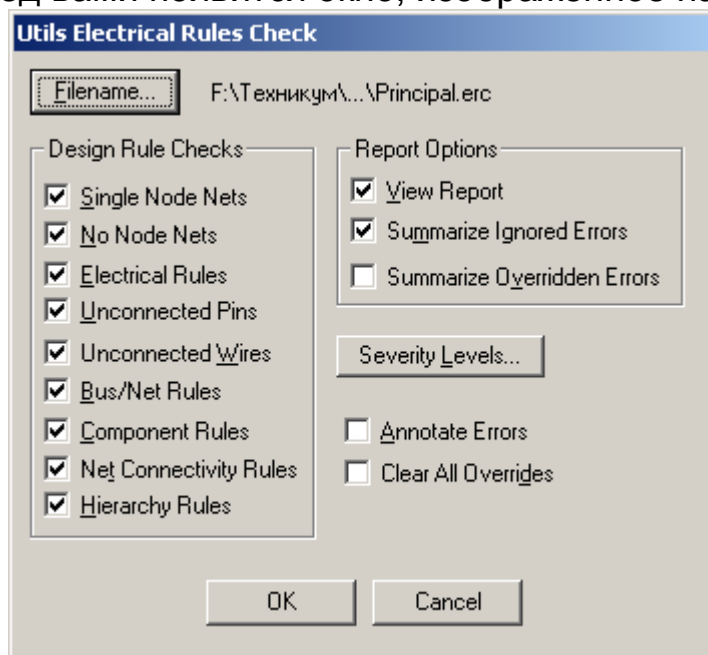

Рис. 10 Настройка параметров электрического контроля
3.2 Перед вами появится окно, изображенное на рис. 10.